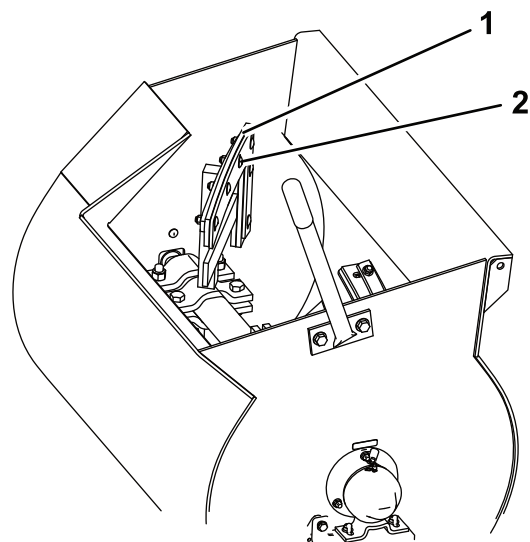

Figure 35
4. Desserrez les écrous et boulons qui fixent les lames aux pales (Figure 35).